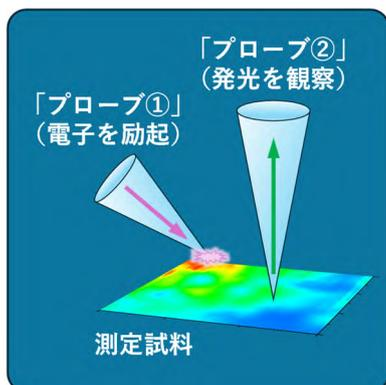

図 1
- 2プローブ測定では、例えば図1のように、プローブ①で一箇所に局所的に励起された電子を生成し、その電子が試料の中を動き回った後にいずれ発光する様子をプローブ②で観察する、というような測定が可能となります。これにより、電子が物質中をどのように移動するのか、エネルギーだけが移動するのか、位相情報は移動するのかなど、電子のナノ～マイクロスケール (=メゾスコピック領域) の振る舞いを詳細に調べることができます。